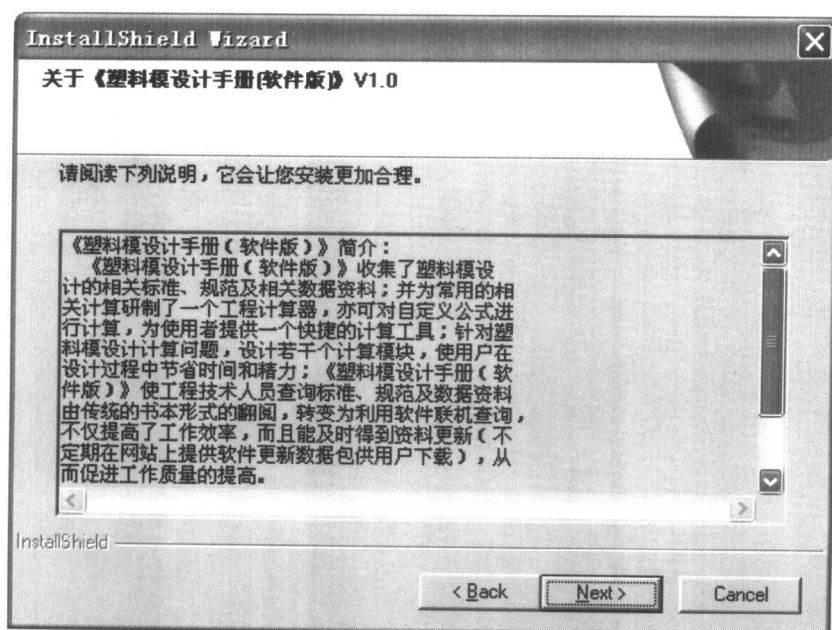

图 1.3 软件信息界面
- （4）进入软件信息界面，如图 1.3 所示，概要介绍了《塑料模设计手册（软件版）》V1.0 的主要功能，单击“Next”按钮，进入下一步操作。